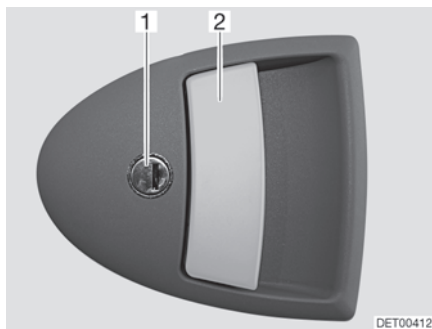

Fig. 34 Cerradura de la puerta de entrada, en el exterior
- Introducir la llave en el cilindro de cierre (Fig. 34,1) y girarla hasta que esté desbloqueada la cerradura de la puerta.
- Tirar del tirador de la puerta (Fig. 34,2). La puerta está abierta.
- Introducir la llave en el cilindro de cierre (Fig. 34,1) y girarla hasta que esté bloqueada la cerradura de la puerta.